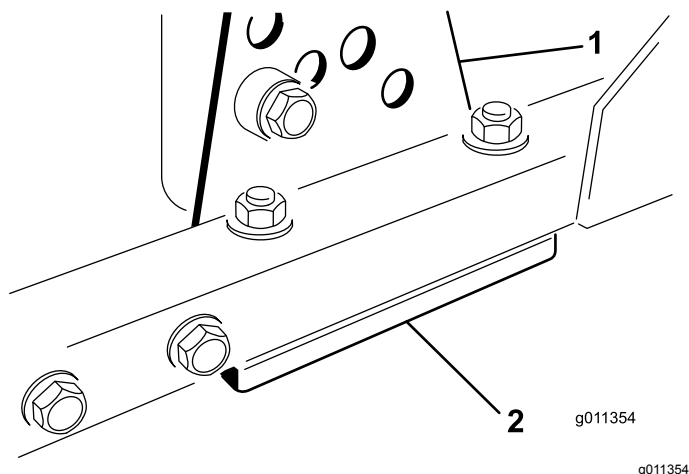

Figura 67
1. Retire o suporte da altura de corte, (frente, esquerda ou direita) da estrutura da plataforma (Figura 67).
2. Ajuste os calços de 1,5 mm e/ou de 0,7 mm entre a estrutura da plataforma e o suporte para obter a definição de altura pretendida (Figura 67).